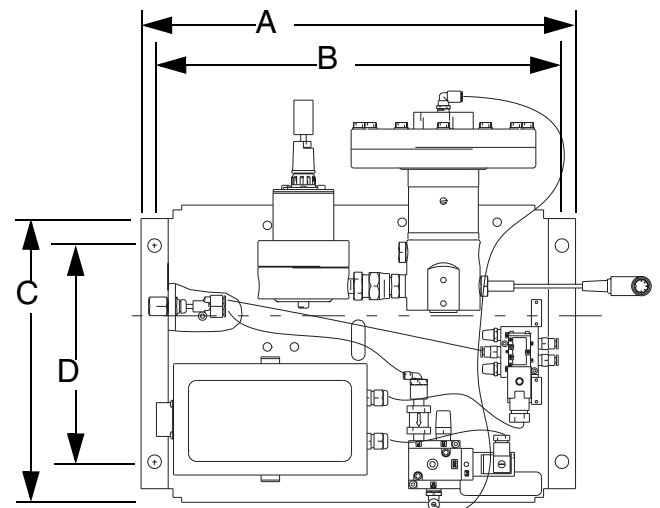

FIG. 8
2. Sitúe y sujete el equipo dosificador de fluido PrecisionFlo LT en la unidad de automatización (u otra superficie de montaje) pasando los pernos del tamaño adecuado a través de los orificios de 10,7 mm (0,42 pulg.) de diámetro en la placa de base. Vea las dimensiones de montaje en la **Tabla 1 - Medidas, pulgadas (mm)** y FIG. 8.